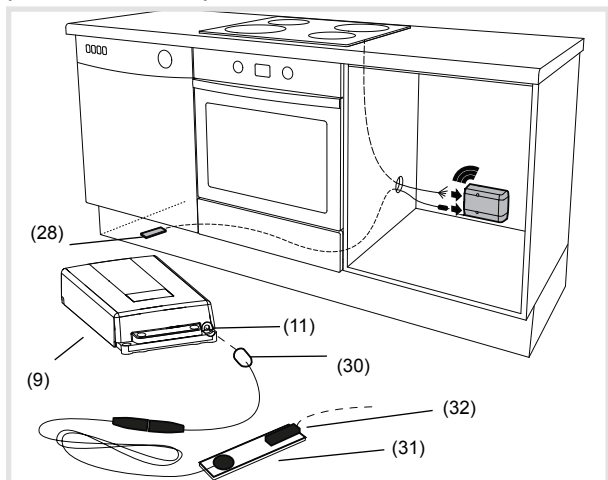

Figura 8: montaggio del sensore di perdita d'acqua
(30) Spina del sensore di perdita d'acqua
(31) Sensore di perdita d'acqua
(32) Porta per un ulteriore sensore di perdita d'acqua
- Inserire la spina del sensore di perdita (30) nella presa sull'interruzione di tensione (11).
- Posizionare il sensore di perdita d'acqua (30), ad es., sotto alla lavastoviglie (figura 8).
- Opzione: inserire un altro sensore di perdita d'acqua nella presa (32) del sensore precedente (30).